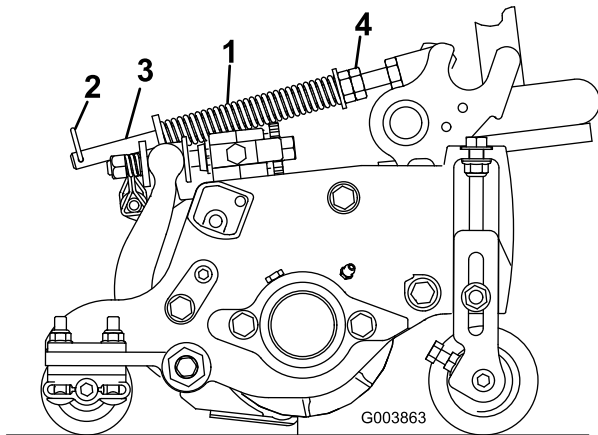

Figura 12
La molla di compensazione del manto erboso (Figura 12) trasferisce il peso dal cilindro anteriore al cilindro posteriore, per contribuire a ridurre l'ondulazione del manto erboso, detta anche fluttuazione o bobbing.
1. Verificate che la coppiglia sia montata nel foro posteriore dell'asta della molla (Figura 12).
2. Serrate i dadi esagonali sulla parte anteriore dell'asta della molla fino a ridurre la lunghezza compressa della molla a 12,7 cm sugli apparati di taglio da 12,7 cm del Reelmaster 5210 e 5410, oppure a 15,9 cm sugli apparati da 17,8 cm del Reelmaster 5510 e 5610 (Figura 12).